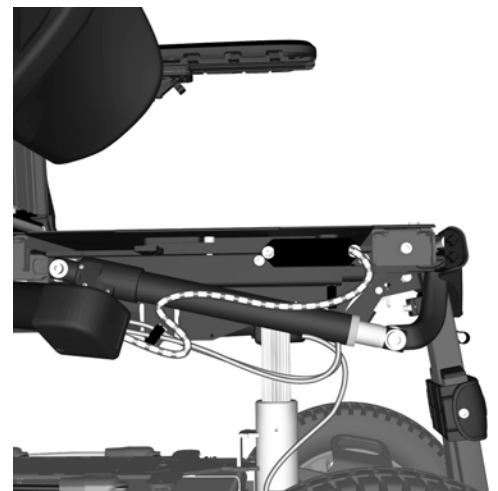

Abbildung 131. Stellvorrichtungverkabelung, gilt für LINAK und REAC.
3. Place the thicker washer 2 mm (D) auf der vorderen Befestigungsschraube (C).
4. Montieren Sie Buchse (A), vordere Befestigungsschraube (C), dicke Unterlegscheibe (D) und Stellvorrichtung am Beinstützenarm.
5. Positionieren Sie die Unterlegscheibe (E) auf der vorderen Befestigungsschraube (C) und schrauben Sie die Gegenmutter (F) per Hand auf die vordere Befestigungsschraube (C).
6. Verwenden Sie einen Inbusschlüssel, um die vordere Befestigungsschraube (C) zu halten, damit sie sich nicht vom Beinstützenarm löst, wenn die Gegenmutter (F) angezogen wird. Ziehen Sie die Gegenmutter (F) mit einem Drehmomentschlüssel an. Anzugsmoment: 24 Nm.
8. Verbinden Sie den Stellvorrichtungsverbinder mit derselben Stellung wie in Schritt 7. in den Verteiler auf der rechten Sitzseite. Befestigen Sie den Verbinder, indem sie ihn an jeder Stelle gerade hineinschieben. Siehe Abb. 131.